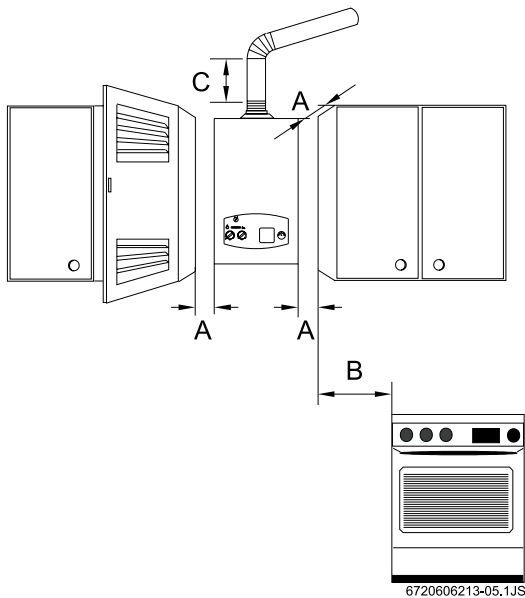

Fig. 6 Separaciones mínimas
- ▶ Asegurar la accesibilidad en los trabajos de mantenimiento respetando las separaciones mínimas indicadas en la Fig. 6.